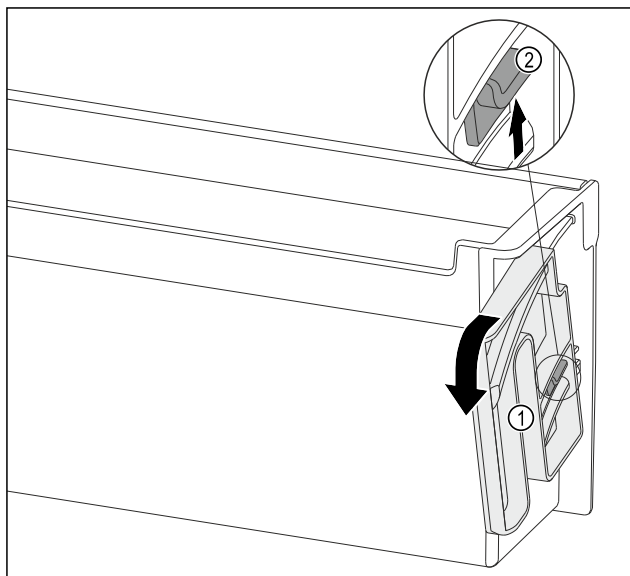

Fig. 142
- Dreheinheit Fig. 142 (1) in die angegebene Richtung bis zum Anschlag drehen.
- Lasche Fig. 142 (2) nach oben drücken und Dreheinheit Fig. 142 (1) entnehmen.